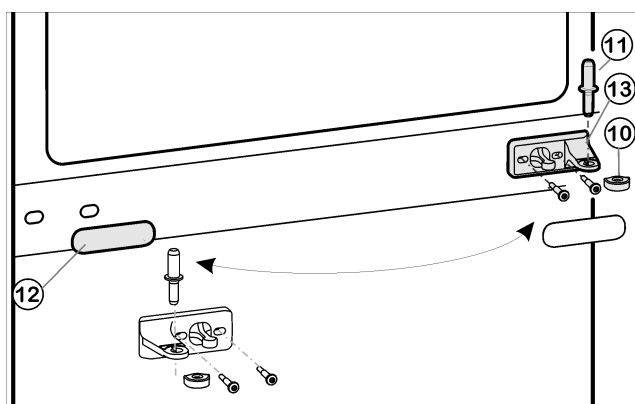
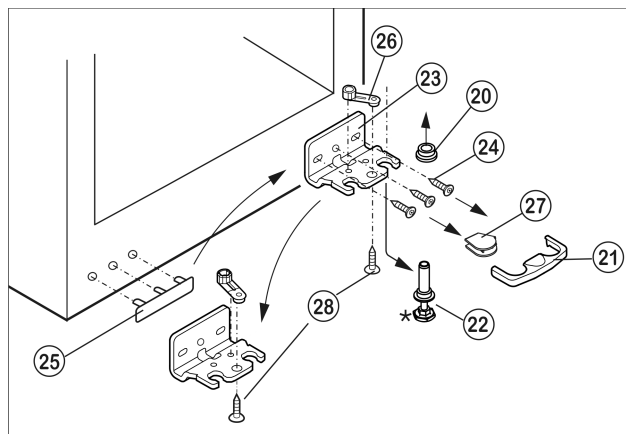

Fig. 5
Fig. 6
- ▶ Вытащите из опорного кронштейна и нижней дверцы средний опорный палец Fig. 5 (11).
- ▶ Пластмассовый колпачок Fig. 5 (10) снимите.
- ▶ Снимите средний опорный кронштейн Fig. 5 (13).
- ▶ Осторожно снимите накладку Fig. 5 (12).
- ▶ Прикрутите средний опорный кронштейн Fig. 5 (13) с поворотом на 180° на новую сторону шарнира (с моментом 4 Нм).
- ▶ Защелкните накладку Fig. 5 (12), повернув на 180°, на стороне, где теперь будет ручка.
- ▶ Предохранитель Fig. 6 (21) снимите движением вперед.
- ▶ Снимите крышку Fig. 6 (27).*
- ▶ Полностью вверните регулирующую опору Fig. 6 (22).
- ▶ Вытяните опорный палец Fig. 6 (22) вниз и вперед. При этом следите за гнездом шарнира Fig. 6 (20).
- ▶ Открутите опорный кронштейн Fig. 6 (23) (3 шт. Torx 25) Fig. 6 (24).
- ▶ Открутите опорную деталь Fig. 6 (26) (1 Torx 25) Fig. 6 (28) и, переставив в отверстие на противоположной стороне опорного кронштейна, снова прикрутите.
- ▶ Осторожно приподнимите и переставьте крышку Fig. 6 (25) со стороны ручки.
- ▶ Снова прикрутите опорный кронштейн Fig. 6 (23) на новой стороне шарнира (с моментом 4 Нм). При необходимости используйте аккумуляторный шурупверт.
- ▶ Установите крышку Fig. 6 (27) на противоположной стороне.*
- ▶ Снова защелкните предохранитель (21) на опорном кронштейне.
- ▶ Наденьте гнездо шарнира Fig. 6 (20).
- ▶ Установите нижнюю дверцу сверху на нижний опорный палец Fig. 6 (22).
- ▶ Снова наденьте пластмассовый колпачок Fig. 5 (10) на средний опорный кронштейн Fig. 5 (13).
- ▶ Вставьте средний опорный палец Fig. 5 (11) на новой стороне шарнира через средний опорный кронштейн Fig. 5 (13) в нижнюю дверцу.
- ▶ Установите верхнюю дверцу на средний опорный палец Fig. 5 (11).
- ▶ При необходимости выровняйте дверцы через два продольных паза в нижнем опорном кронштейне Fig. 6 (23) и среднем опорном кронштейне Fig. 5 (13) параллельно корпусу устройства. Для этого выкрутите средний винт на нижнем опорном кронштейне Fig. 6 (23).